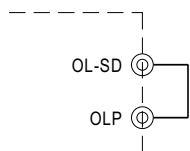

图 5.1 插入CN3的短路连接器
- (1)插入CN3的短路连接器,如图5.1所示,过载保护模式将为恒电流限制延迟5秒后关机,重启恢复